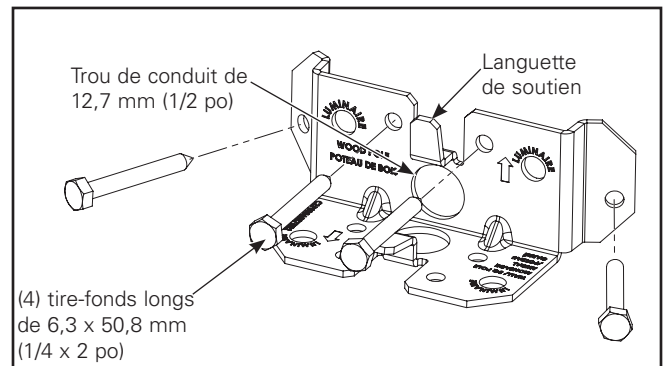
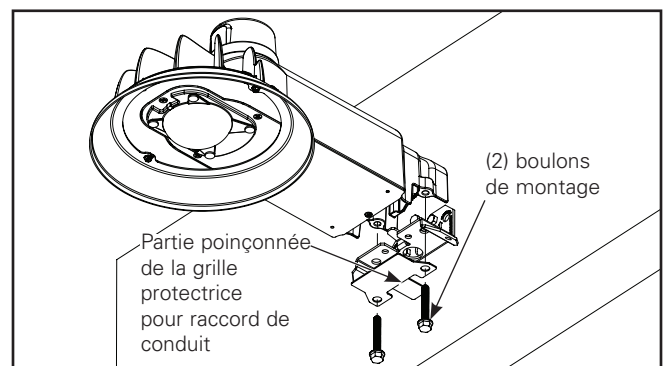

Figure 3.
Figure 4.
- **Montage sur poteau en bois :** Placez le support (montage sur poteau de bois) de façon à ce que la face soit contre le poteau. La flèche du support doit pointer vers le haut. (Figure 3.)
3. Utilisez la douille de 11,1 mm (7/16 po) pour installer les quatre (4) tire-fonds (fournis), comme montré. Serrez les tire-fonds à un couple d'environ 8 à 11 Nm (6 à 8 pi-lb).
5. Avec la douille de 12,7 mm (1/2 po), installez la grille protectrice comme montré en utilisant les deux boulons de montage du luminaire au haut du support mural/poteau et dans le luminaire. Si vous préférez effectuer le raccordement par le trou du conduit au bas du support de montage, retirez la languette poinçonnée de la grille protectrice. Serrez à un couple de 8 à 11 Nm (6 à 8 pi-lb). (Figures 4 et 5.)